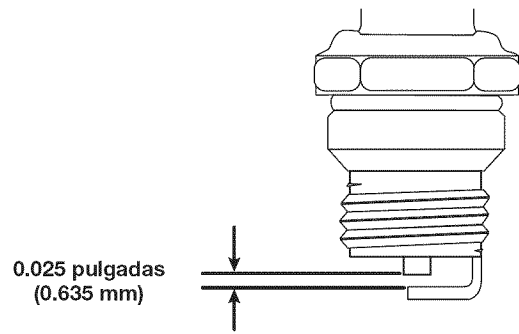

Fig. 25
4. Use un calibrador de separación para ajustar una separación de aire de **0.025 pulgadas (0.635 mm)** (Fig. 25).